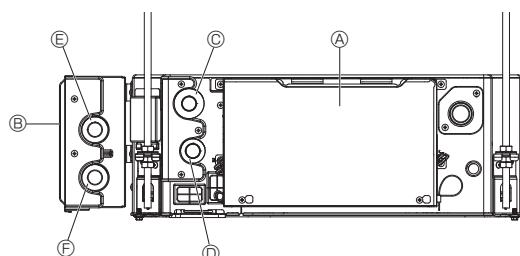

Fig. 4-10
1. Подсоедините выпускную трубу Ⓛ внутреннего блока к впускной трубе Ⓜ КОМПЛЕКТА КЛАПАНА с помощью соединителя Ø22 (приобретается по месту монтажа). (Fig. 4-10)